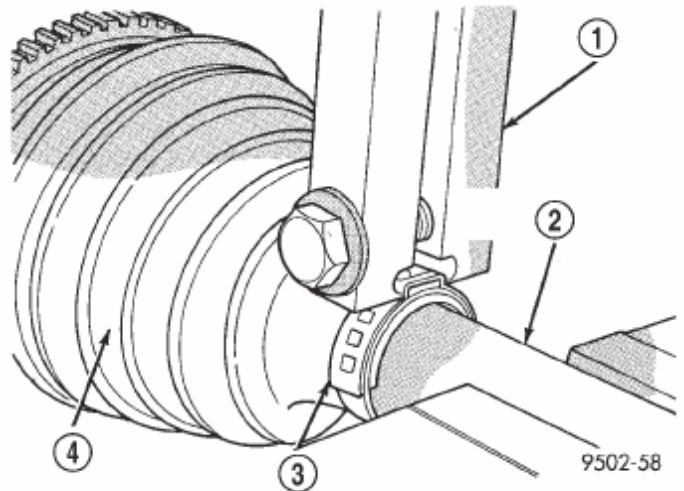

Fig. 47 Herramienta de plegado instalada en la abrazadera de la funda fuelle sellante
(5) Distribuya la mitad de la grasa del paquete de servicio de funda fuelle sellante (NO UTILICE NINGUN OTRO TIPO DE GRASA) en el alojamiento del conjunto de junta homocinética externa. Ponga la cantidad restante en la funda fuelle sellante.
(6) Instale la funda fuelle sellante de la junta homocinética externa en la abrazadera del eje de interconexión de forma uniforme sobre la funda fuelle sellante.
(7) Asegure la funda fuelle sellante en el eje de interconexión empleando el plegador, herramienta especial C-4975-A, y el procedimiento siguiente. Coloque la herramienta de plegado C-4975-A sobre el puente de la abrazadera (Fig. 47).